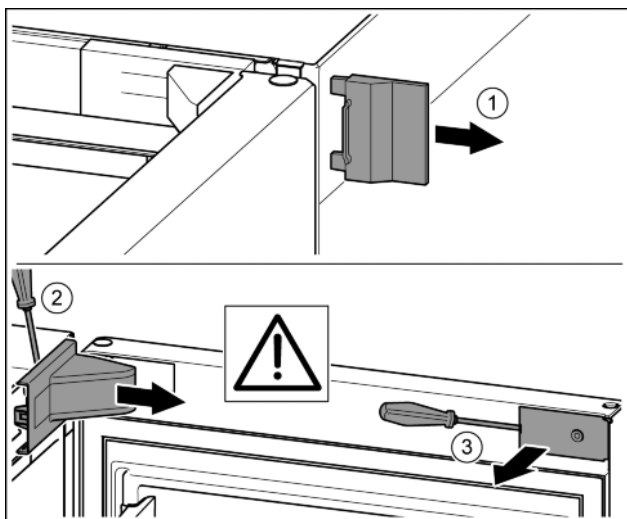

Fig. 6
- ▶ Снять внешнюю крышку. Fig. 6 (1)
- ▶ При помощи отвертки освободить от фиксаторов крышку опорного кронштейна и отсоединить. Снять крышку опорного кронштейна. Fig. 6 (2)
- ▶ Шлицевой отверткой вывести накладку из зацепления и отвести в сторону. Fig. 6 (3)